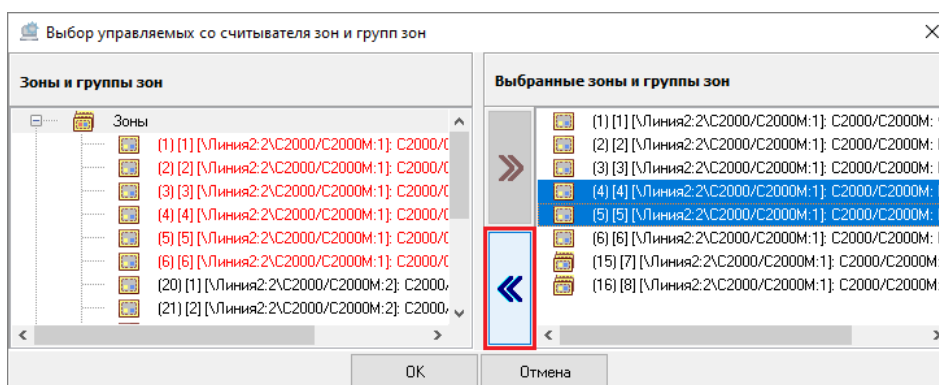

Рисунок 6-409 Отмена привязки к считывателю зон и групп зон кнопкой переноса
- выделите одну или несколько зон/групп зон в поле «Выбранные зоны и группы зон» (для выделения сразу нескольких зон/групп зон нажмите на клавиатуре и удерживайте клавишу <Shift> для выбора диапазона или клавишу <Ctrl> для комбинированного выбора) и нажмите кнопку переноса  (см. Рисунок 6-409);